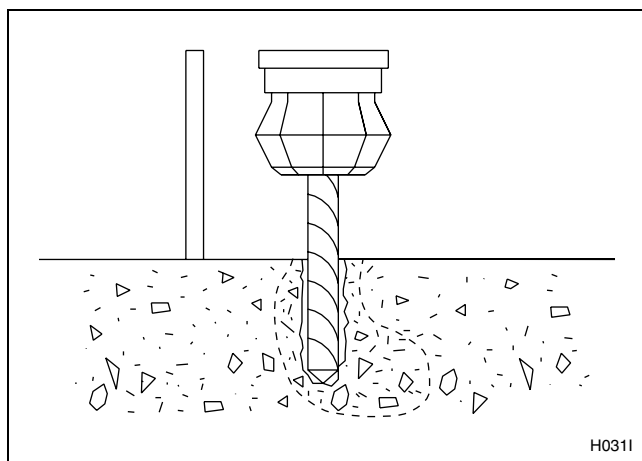

Figura 6
4. Perfore y corte con cincel un orificio cónico lo suficientemente grande como para aceptar el perno en forma de J. Consulte la *Figura 6*.